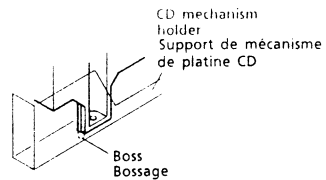

Fig. 13
- Soulever le mécanisme de platine CD et libérer le bossage de l'avant du mécanisme de platine CD du support de mécanisme de platine CD puis dégager vers l'arrière. (Fig. 13)